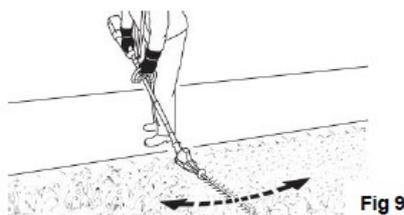

Fig 9
- Gire el peine hacia la derecha y hacia la izquierda a medida que avanza a lo largo del suelo (Fig. 9).